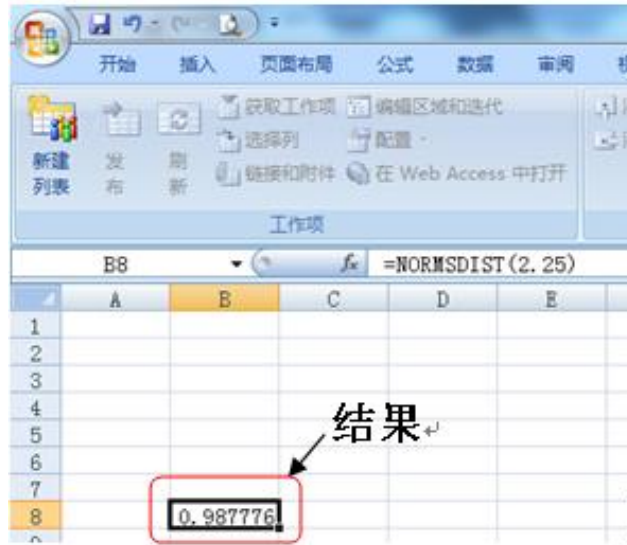

图 4-14
由 (1) 式方法在 Excel 中计算 (2.25), 结果如下图 4-14 所示。